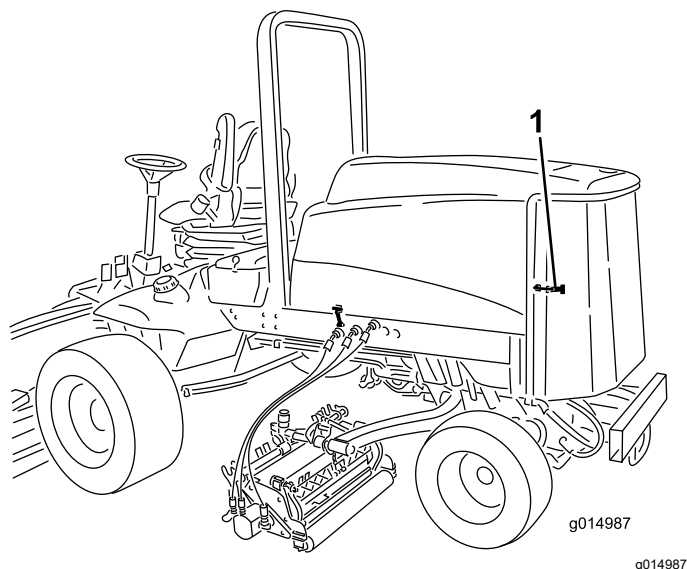

Figure 93
1. Déverrouillez et ouvrez la grille arrière (Figure 93). Nettoyez soigneusement la surface de la grille.